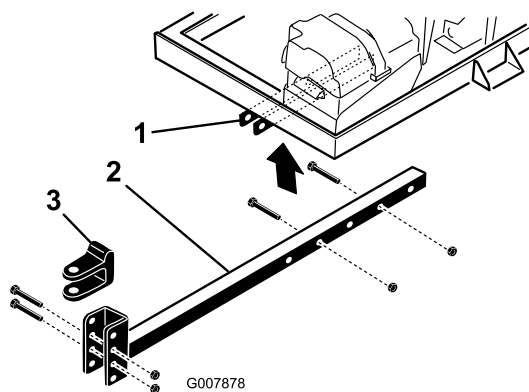

图4
2. 将挂钩管插入机架支架（图4）。使用 2 个螺栓（9.5 x 76.2mm）和凸缘螺母（9.5mm）将挂钩管固定到机架上。
- 卸下将挂钩 U 形销（图4）固定到挂钩管上的螺栓和锁紧螺母。
- 卸下将挂钩管固定到机架支架的螺栓和螺母（图4）。